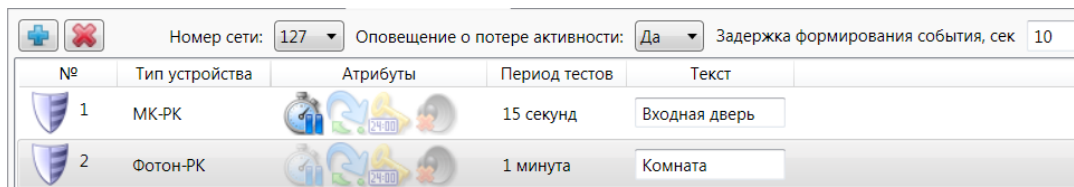

Рис. 8.8. Настройка радиопередатчиков
8. Зарегистрированные радиопередатчики будут отображены на вкладке *Датчики* (рис. 8.8). В столбце **Текст** укажите названия контролируемых радиопередатчиками зон. Укажите значение параметра **Задержка формирования события, сек** (рекомендуемое значение 10).